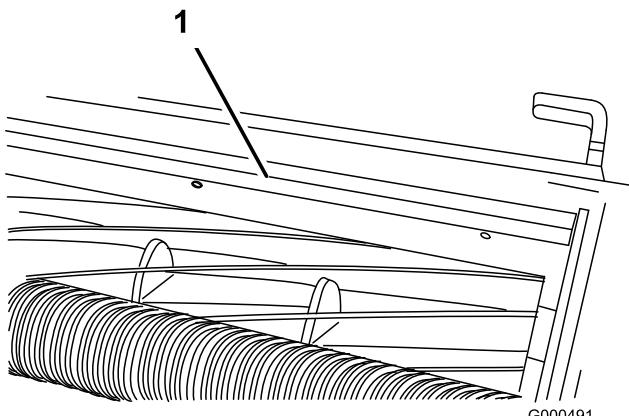

Figura 60
1. Afloje los tornillos que fijan la barra superior (Figura 60) a la unidad de corte.